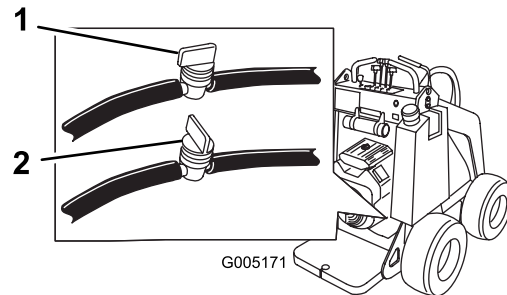

Figure 26
2. Fermez le robinet d'arrivée de carburant au bas du réservoir de carburant (Figure 26).
3. Fermez le robinet d'arrivée de carburant dans le flexible situé au bas du réservoir de carburant (Figure 26).
- Ouvrez le robinet de carburant dans le flexible situé au bas du réservoir de carburant, comme illustré à la Figure 26.